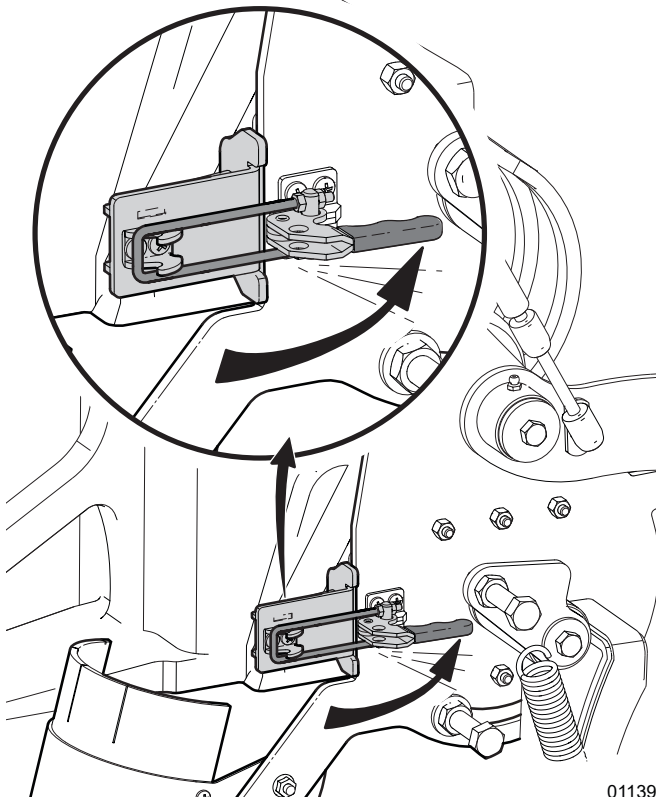

Figure 33—Fermez le loquet du support
5. Fermez le loquet sur le loquet de l'adaptateur pour fixer la tronçonneuse au support. Consultez la *Figure 33* à la page 39.